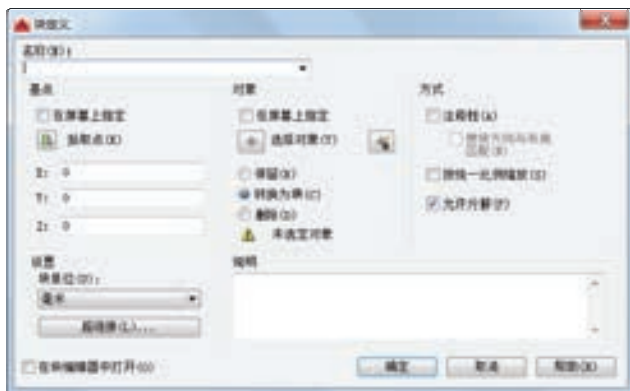

图 6-35 “块定义”对话框
1) 在“块”面板中单击“创建块”按钮，或者从菜单栏的“绘图”菜单中选择“块”→“创建”命令，弹出图 6-35 所示的“块定义”对话框。